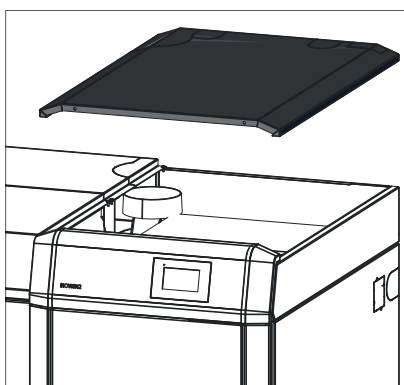

Fig. 60 Togliere il coperchio del rivestimento
- Togliere il coperchio del rivestimento – Fig. 60.